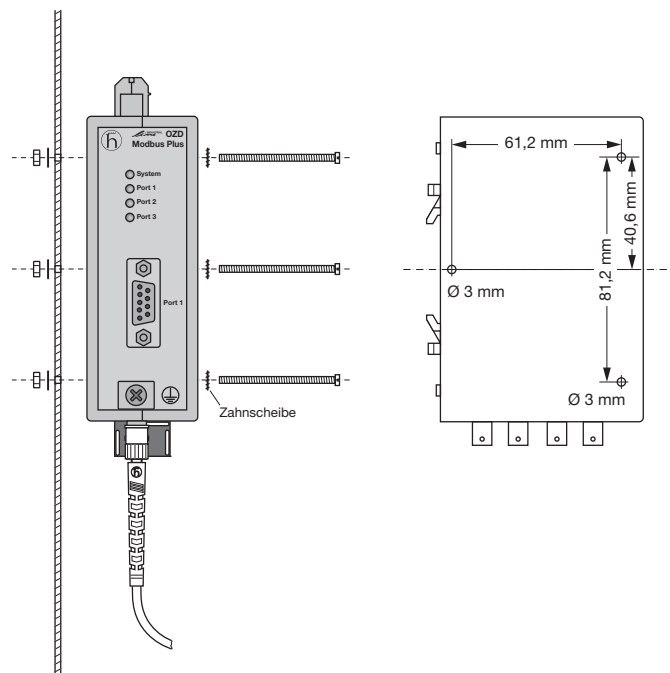

Abb. 10: Montage eines Repeaters auf einer Montageplatte
- ▶ Versehen Sie die Montageplatte mit drei Bohrungen entsprechend dem Bohrschema in Abb. 10.